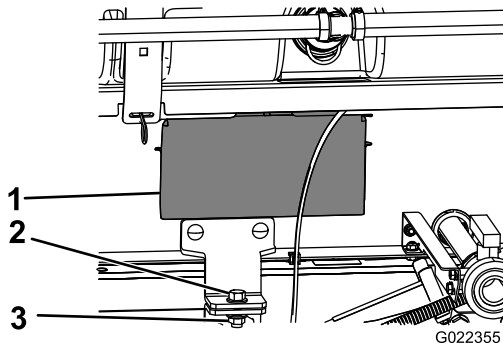

図 34
5. スキッドフレームの両側についているアクセスパネルを外す (図 34)。
8. タンク台アセンブリをフレームの左右にある荷台ブラケットに固定する ボルト 1/2 x 1 1/2" 1本、ロックナット 1/2" 1個を使用して 図 34 のように取り付ける。